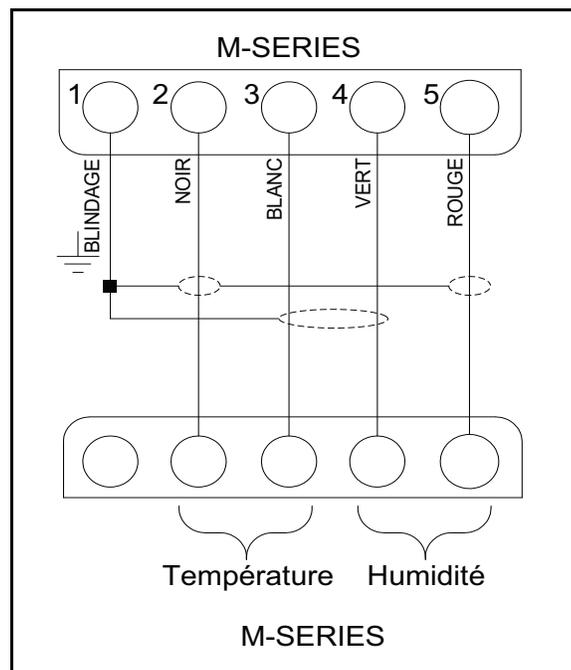
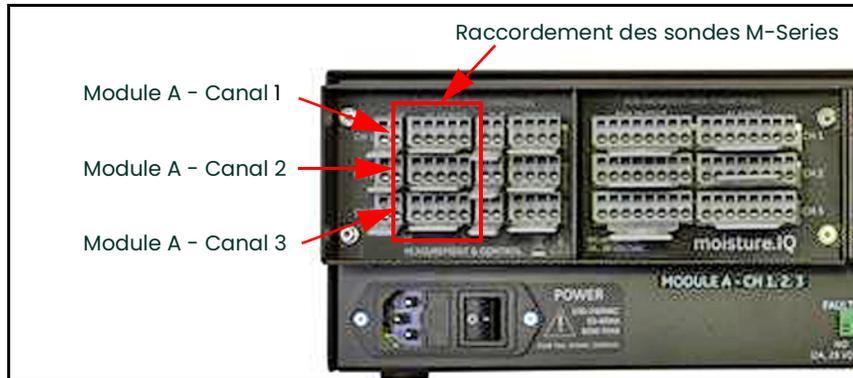

Figure 12: Schéma de câblage du câble de sonde M-Series
Figure 13: Raccordement des sondes M-Series
Avant d'établir les raccordements électriques, connectez le câble à la sonde en insérant le connecteur à baïonnette sur la sonde avant de tourner dans le sens horaire jusqu'à ce qu'un déclic indique son enclenchement correct (1/8 de tour environ). Raccordez le câble de sonde conformément au schéma de câblage illustré à la Figure 12 ci-dessous. Le bornier M-Series en face arrière du moisture.IQ (voir Figure 13 on page 18) indique également la couleur correspondant au câble de sonde.
**Remarque:** L'étiquette SHD sur la Figure 12 ci-dessus correspond à l'étiquette SH sur le connecteur, et ces bornes sont utilisées pour terminer le blindage du câble.